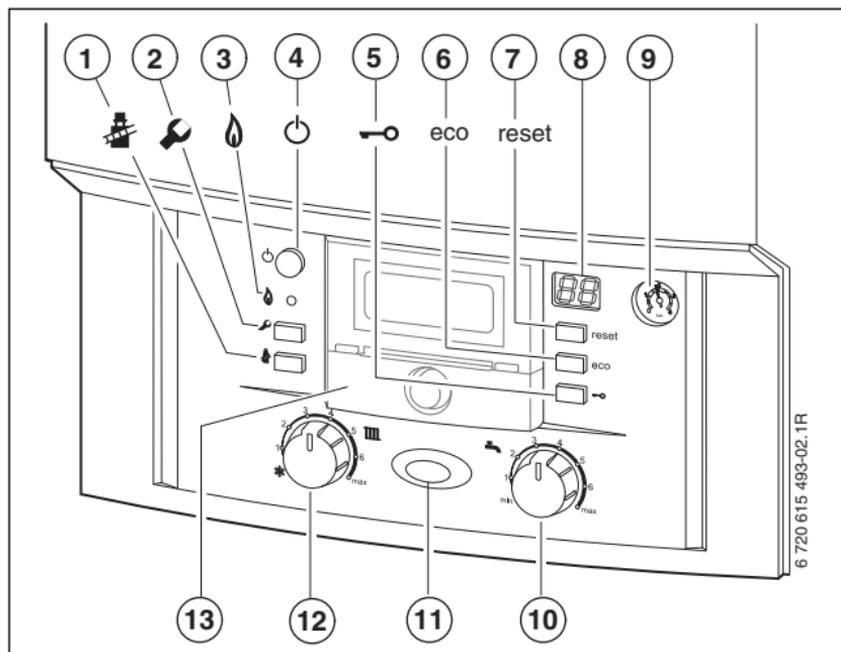

Bild 9
- witterungsgeführter Regler im Gerät eingebaut, → Bild 9, [13], Seite 21. Daraus ergibt sich eine Erweiterung der Bedienelemente am Gerät.